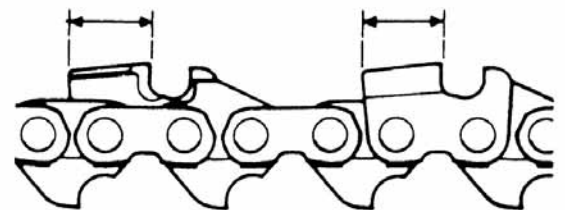

Fig. 4-6
- 5) Conserver la même longueur à tous les maillons-gouge. (Fig. 4-6)